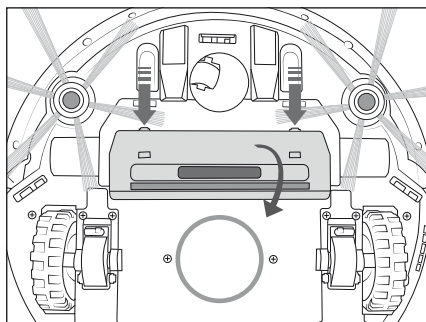

Fig. 12
- 1) Pressione ambos os botões de desbloqueio para soltar a tampa **20** da abertura de aspiração **19** e retire-a do aparelho (ver fig. 12).